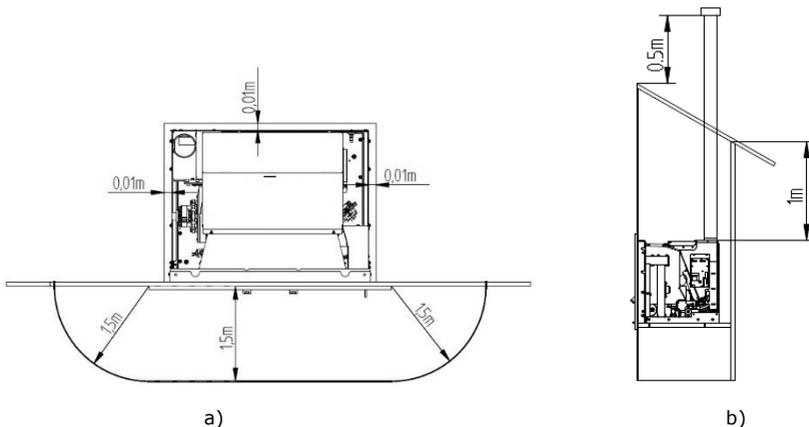

Figure 7 – Distances minimales à respecter : a) vue de dessus de l'appareil ; b) vue de côté de l'appareil
- Respecter les distances minimales d'installation indiquées ci-dessous (figure 7)